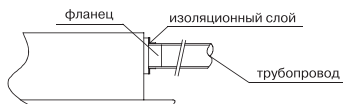

Рис. 31
9. Установите трубопровод [Рис. 31]